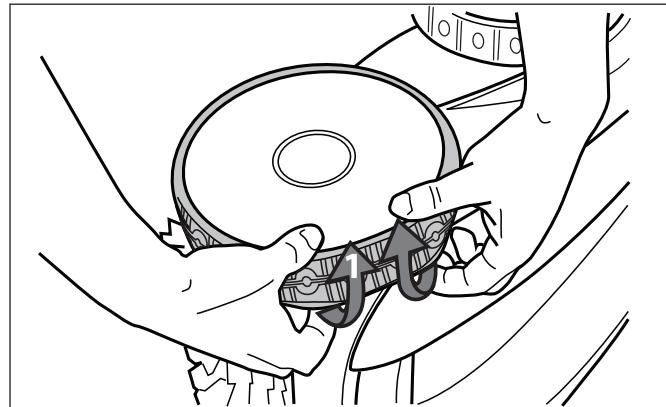

**Figure 34. Couper les onglets**
5. Utiliser des ciseaux pour couper les onglets à 19 mm ( $\frac{3}{4}$  po) du talon afin qu'ils ne dépassent pas les pointes (Figure 34).